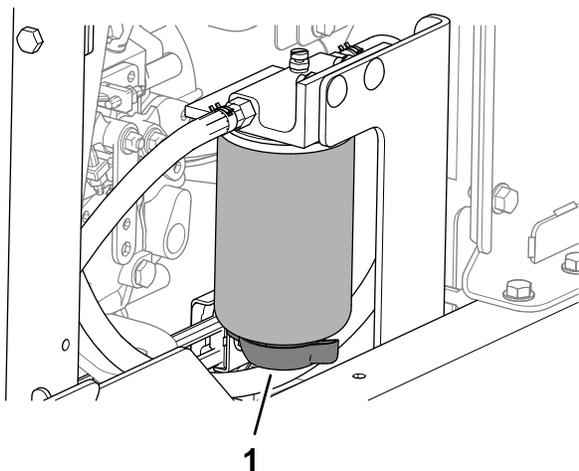

Figure 81
3. Placez un bac de vidange sous le robinet de vidange du séparateur eau-carburant (Figure 81).